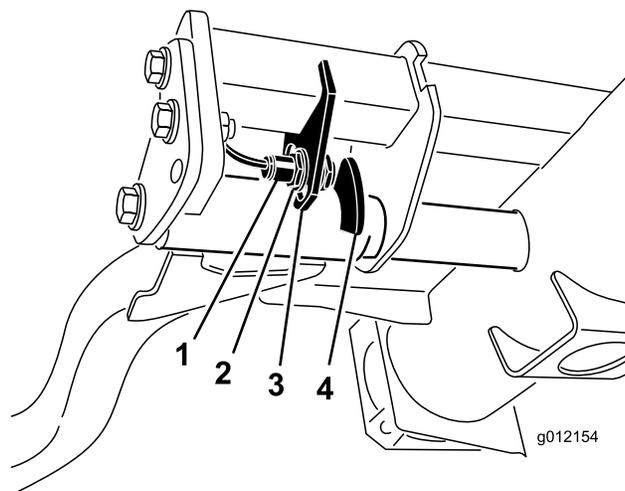

Рисунок 34
2. Переключатель подъемного рычага расположен под гидравлическим баком позади переднего правого подъемного рычага (Рисунок 34).
3. Ослабьте крепежные винты переключателя (Рисунок 34) и переместите переключатель вниз, чтобы увеличить высоту поворота подъемного рычага, или переместите переключатель вверх, чтобы уменьшить высоту поворота подъемного рычага. Затяните крепежные винты.